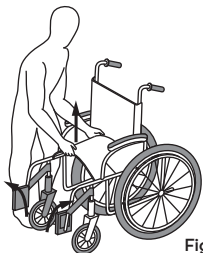

Fig 3
- Pliegue la silla de ruedas mientras mantiene el tapizado del asiento levantado para evitar lastimarse con el mecanismo de plegado. **[Fig. 3, 4]**